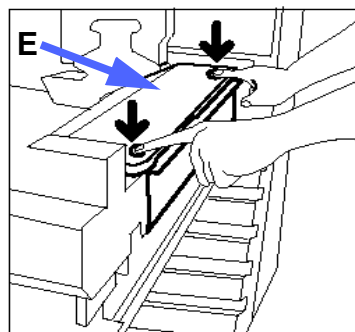

Figura 44: Desengatar a Tela de limpeza
- 4 Pressione os botões de liberação frontal e traseira na parte superior da montagem do fusor, conforme ilustrado na Figura 44, para desengatar a Tela de limpeza (área E). A tela irá se abrir para a direita do Módulo de caminho de papel.